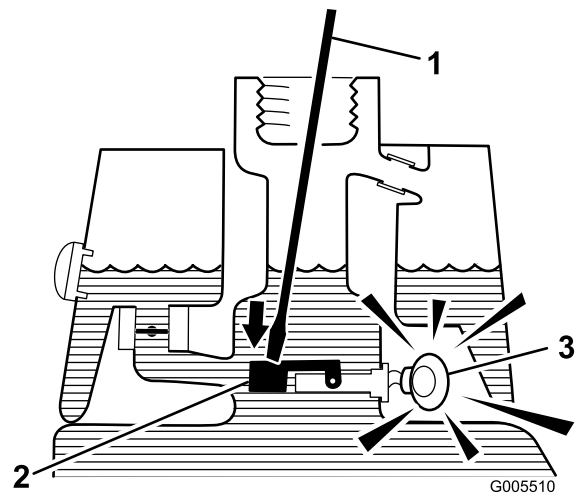

Figura 53
3. Introduzca una varilla o un destornillador limpio en el cuello del depósito y empuje hacia abajo, con cuidado, el flotador del sensor (Figura 53); debe sonar la alarma después de la demora de un segundo.